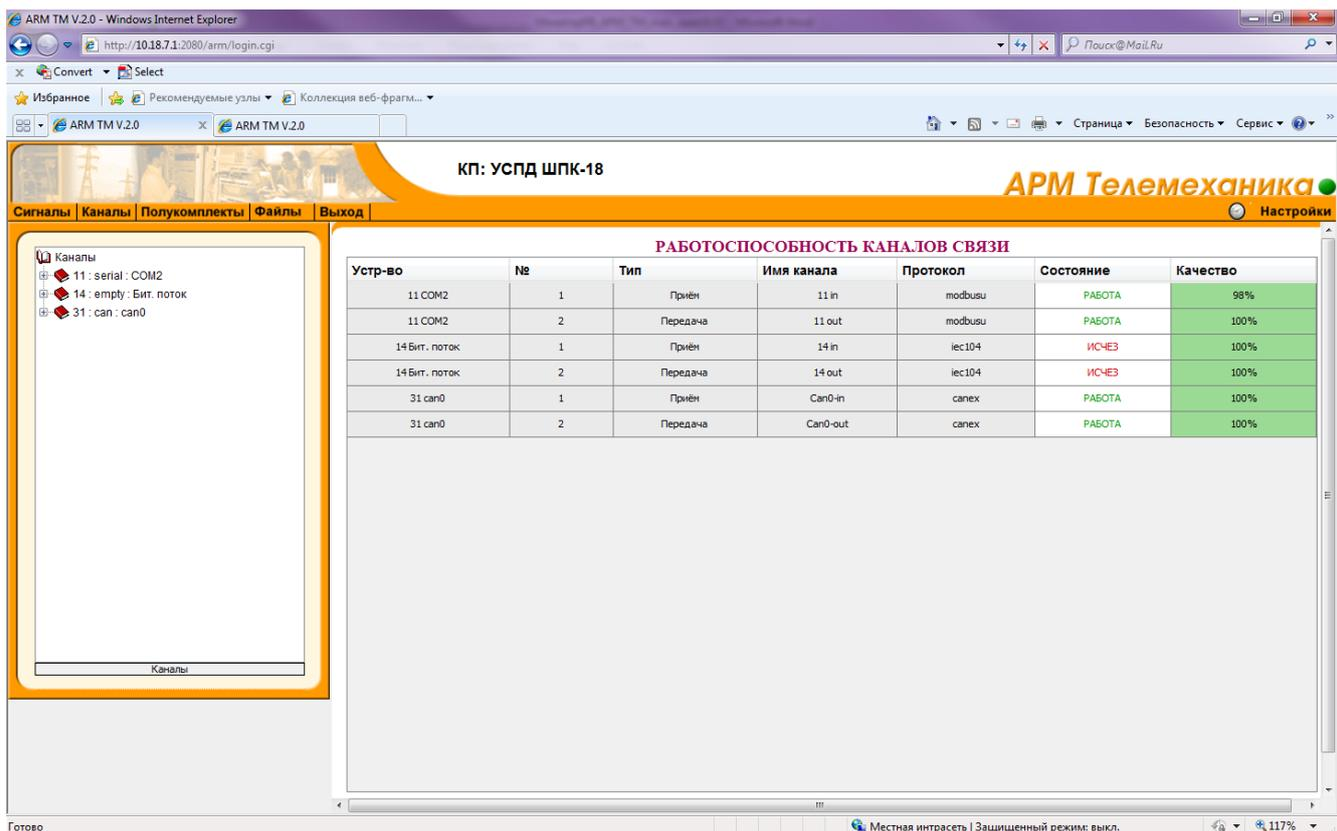

Рисунок 33 – Список «Каналы» и окно «Работоспособность каналов связи»
Вкладка «Каналы» (см. рисунок 33) предназначена для отображения параметров, характеризующих передачу данных по каналам телемеханики (за сутки и с начала работы) и реализуется в виде:
- в рабочей области – окна «Работоспособность каналов связи» (см. рисунок 33).
Окно «Работоспособность каналов связи» (см. рисунок 33) представляет собой таблицу, столбцы которой содержат значения следующих параметров:
Командная кнопка  предназначена для возврата к окну «Работоспособность каналов связи» (см. рисунок 33).